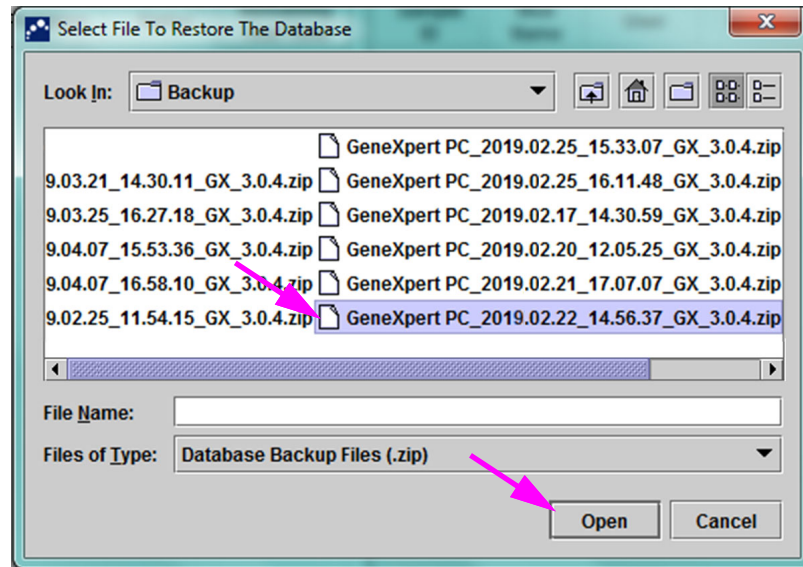

Figura 5-80. Ecranul Selectare fișier pentru restaurarea bazei de date, cu numele fișierului
Faceți clic pe **Anulare (Cancel)** pentru a nu face o copie de rezervă bazei de date și continuați direct la ecranul Selectare fișier pentru restaurarea bazei de date (Select File To Restore the Database) (consultați Figura 5-80).
6. Faceți clic pe **OK**. Apare ecranul Selectare fișier pentru restaurarea bazei de date (Select File To Restore the Database). Consultați Figura 5-80.